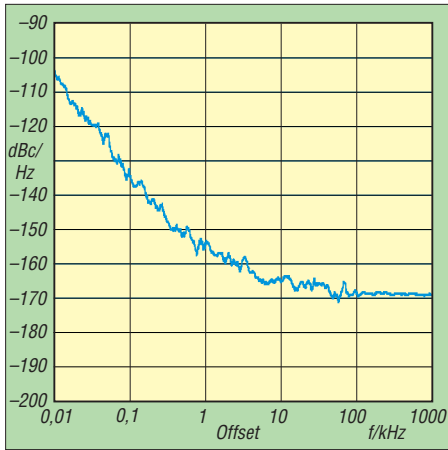

Bild 10: Phasenrauschen des 109-MHz-Veruchssoszillators einschließlich Pufferstufe
-154 dBc/Hz bereits mit teuren kommerziellen Oszillatoren mithalten. Bild 10 vermittelt einen Eindruck davon.